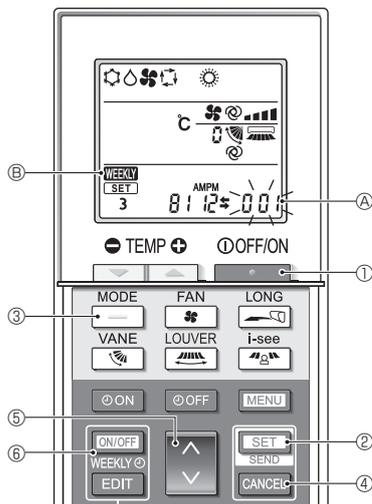

Fig. 5-16
5.13.8. Den Betrieb im Automatikmodus deaktivieren (Fig. 5-16)
1. Drücken Sie die **POWER**-Taste ①, um die Klimaanlage anzuhalten.
- Wenn der Wochen-Timer aktiviert ist, drücken Sie die **ON/OFF WEEKLY**-Taste ⑥, um den Timer zu deaktivieren. (**WEEKLY** ⑥ verschwindet.)
2. Drücken Sie die **SET**-Taste ② 5 Sekunden lang.
- Das Gerät ruft den Funktionseinstellungsmodus auf. (Die Gruppenmodelleinstellungsnummer ① blinkt.)
3. Drücken Sie die **DOWN**-Taste ④.
4. Abschließen der Einstellungen (Fig. 5-16)